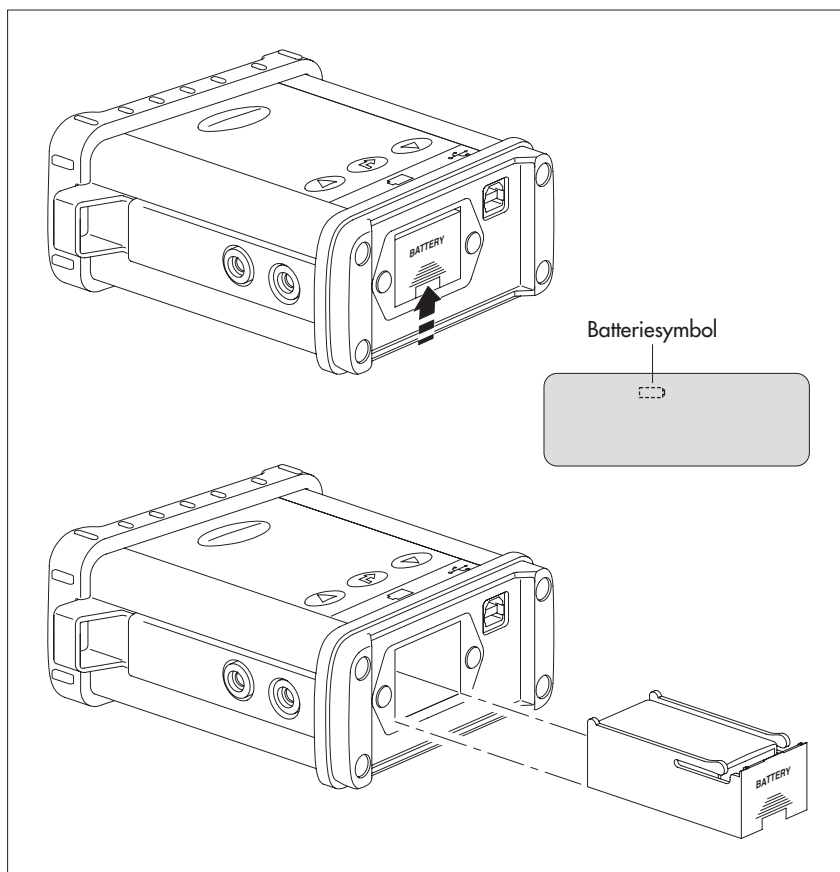

Abb. 2: 9 V-Blockbatterie des Z400 tauschen. Die LCD-Anzeige zeigt das blinkende Batteriesymbol.
- Batteriefach wie in der Abbildung 2 gezeigt öffnen und leere Batterie gegen eine volle Batterie des gleichen Typs tauschen.